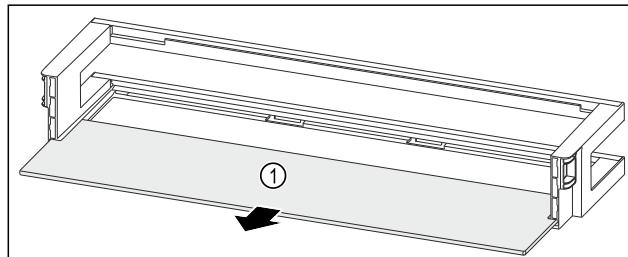

Fig. 194 Türabsteller mit Abstellfläche
- Abstellfläche Fig. 194 (1) entnehmen.